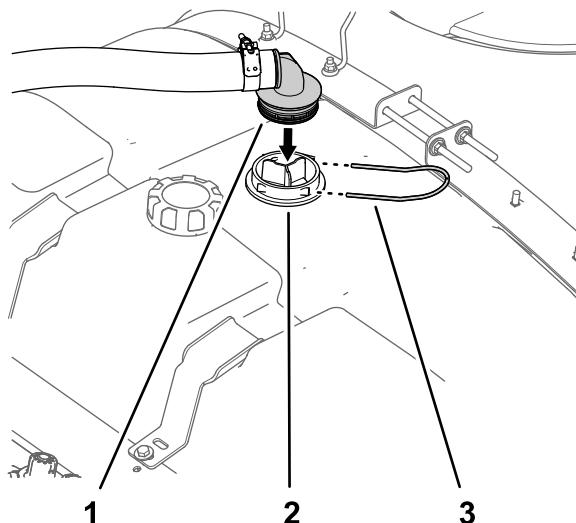

Figure 18
1. Placez le raccord à 90° cannelé du flexible d'alimentation en face du boîtier de la crêpine d'aspiration (**Figure 18**).
2. Fixez le raccord à 90° au boîtier (Figure 18) à l'aide de l'étrier que vous avez retiré à l'opération 1 de Dépose du réservoir de rinçage \(page 6\).